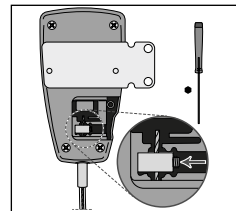

Fig. 6
5. Draai met de inbussleutel de zekeringsschroef van het kabel eindblokje twee à drie omwentelingen los en verwijder het blokje van de binnenkabel (zie fig. 6).